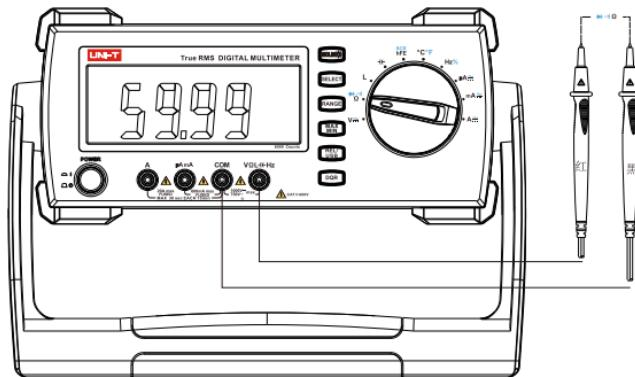

图2
- b) 将仪表的旋转开关转到  档按下  键切换为电阻 (Ω) 测量功能 (如图2)，将表笔并联到被测电
- 将仪表旋转开关转到 档，按下 键切换为二极管()测量功能(如图2)
- b) 将仪表的旋转开关转到  测量档，按下  键切换为通断 () 测量功能 (如图2)